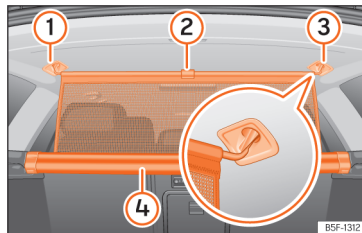

Fig. 184 Al maleter: enganxar la xarxa de separació.
- Estireu la llengüeta >>> **fig. 184** ② cap amunt per treure la xarxa de la carcassa ④.
- Subjecteu la xarxa de separació al costat dret o esquerre ③ (imatge ampliada).
- Subjecteu la xarxa de separació a l'allotjament de l'altre costat ① estirant la barra.